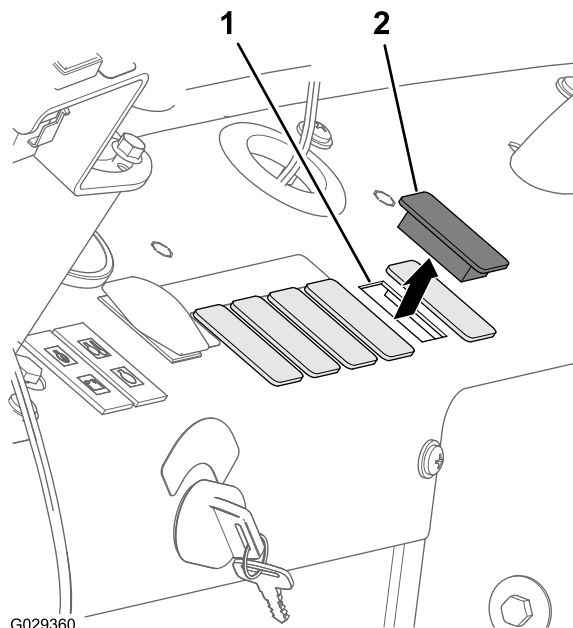
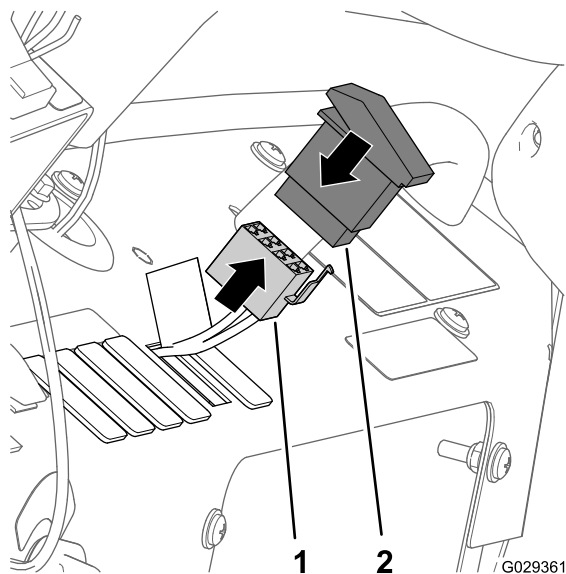

Bild 27
Bild 28
1. Entfernen Sie die 5. Blende an der rechten Seite des Armaturenbretts der Maschine (Bild 27).
2. Fluchten Sie den 8-Buchsenstecker durch die Öffnung im Armaturenbrett aus und schließen den Stecker an den Stiften (Bild 28) hinten am Kippschalter mit zwei Stellungen (EIN/AUS-SCHALTER FÜR KOMPRESSOR) an.
3. Befestigen Sie den Schalter im Armaturenbrett und drücken Sie auf den Schalter, bis er in der Öffnung einrastet (Bild 27 und Bild 28).